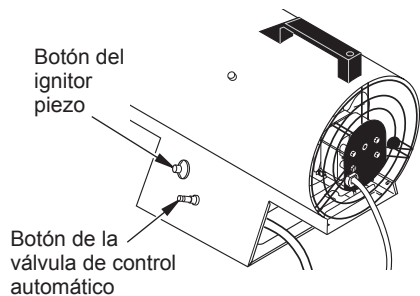

Figura 8. Botón de la válvula de control automático y botón del ignitor piezo
6. Presione y mantenga presionado el botón de la válvula de control automático (consulte la figura 8). Presione el botón del ignitor piezo (consulte la figura 8). Continúe presionando el botón del ignitor hasta que se encienda el quemador. Cuando se encienda el quemador, mantenga presionado el botón de la válvula de control. Suelte el botón después de 30 segundos. Esto activa el sistema de control automático.